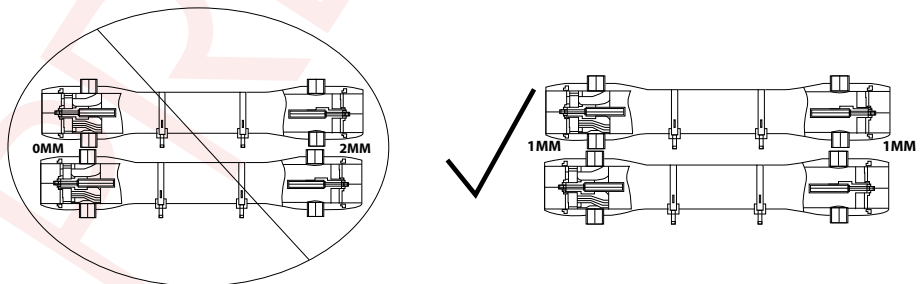

FIGURA 1.3
- Verifique la alineación: al conectar dos portamembranas juntas de puerto a puerto, se debe notar cualquier diferencia en la longitud de puerto a puerto de un buque a otro. La diferencia debe distribuirse entre los puertos laterales opuestos. Como ejemplo, una diferencia de 2 mm en el puerto a puerto de los dos recipientes debería resultar en una desalineación de 1 mm en cada extremo (ver figura 1.3). La tolerancia del puerto a puerto dictará la variación máxima permitida. Una fuerza excesiva para apretar los acoplamientos es una indicación de desalineación.